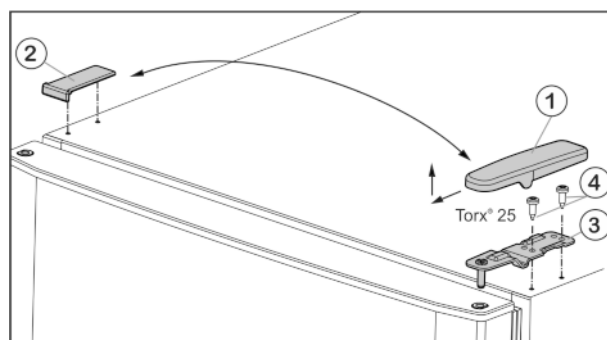

Fig. 4
- ▶ Enlever le cache Fig. 4 (1) vers l'avant et vers le haut.
- ▶ Retirer le cache Fig. 4 (2).
- ▶ Dévisser le support d'appui supérieur Fig. 4 (3) (2 Torx® 25) Fig. 4 (4) et retirer vers le haut.
- Mettre en place la porte supérieure sur le support de palier (13).
- Placer le support d'appui supérieur Fig. 4 (3) sur le nouveau côté charnière de porte.
- Revisser le support de palier (**en appliquant un couple de 4 Nm**) (2 Torx® 25) Fig. 4 (4). Utiliser au besoin une visseuse sans fil.
- Remettre en place l'habillage Fig. 4 (1) du côté opposé depuis l'extérieur et l'enclencher.
- Remettre en place l'habillage Fig. 4 (2) du côté opposé depuis le dessus et l'enclencher.